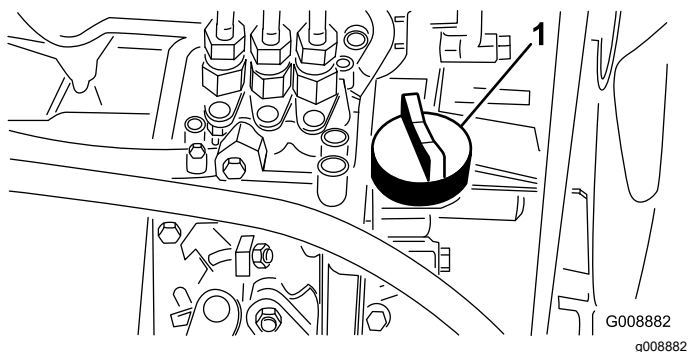

Figura 49
4. Se o nível do óleo for baixo, retire a tampa de enchimento (Figura 49) e adicione gradualmente pequenas quantidades de óleo, verificando constantemente o nível, até que este alcance a marca Cheio na vareta.